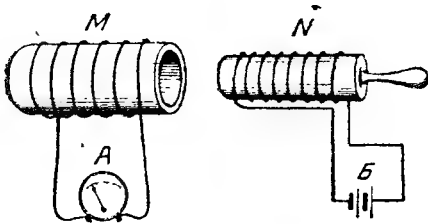

Рис. 2
Проведем еще один опыт. Возьмем два соленоида (катушки самоиндукции). Обе эти катушки изображены на рис. 2. У одной из них (M) концы обмотки присоединим к измерительному прибору (A), а у другой (N) — к полюсам батареи (B).